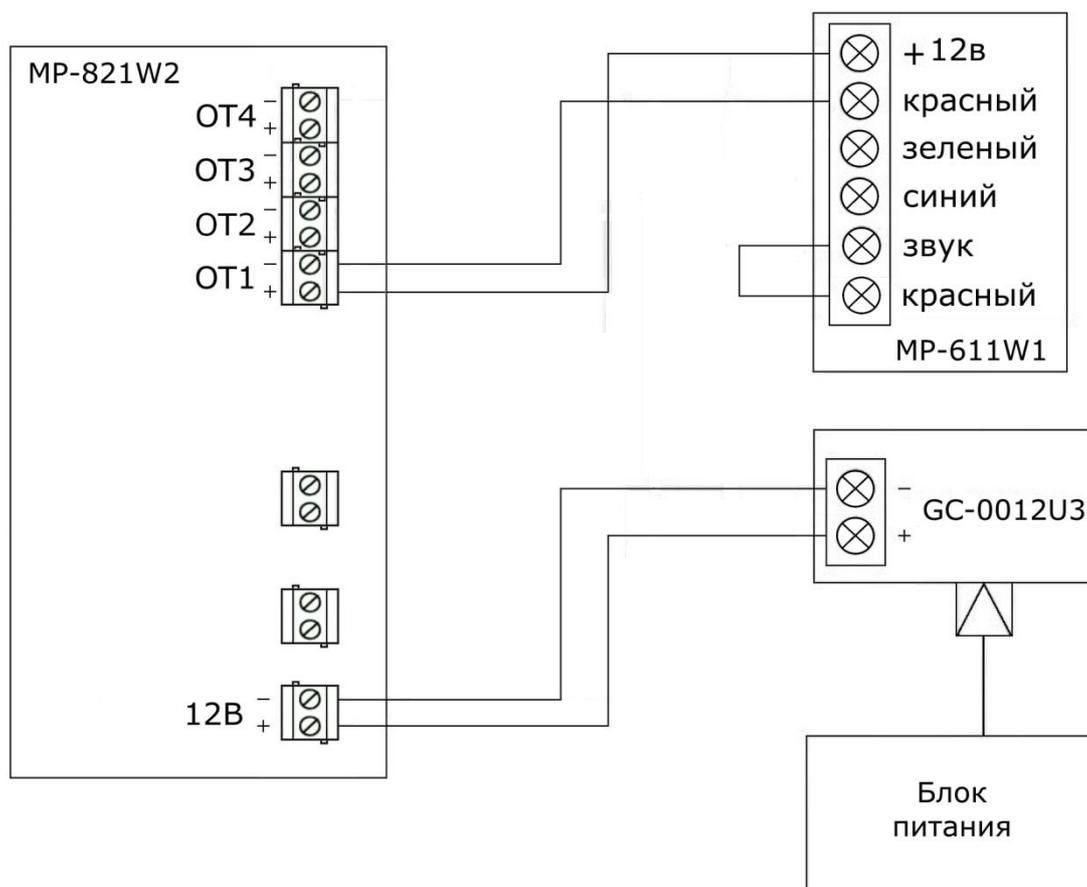

Рисунок 6.1. Схема соединений комплекта MP-920W7
Схема соединений комплекта приведена на рис.6.1.
емника к клемме **+12в**, от клеммы **ОТ1-** 4-х канального радиоприемника к клемме **красный** (см. рис.6.1).
5. Проложить 2-х проводный одножильный кабель от сигнальной лампы МР-611W1 и подключить к клеммам **+ОТ1-**: от клеммы **красный** сигнальной лампы к клемме **ОТ1-**, от клеммы **+12в** сигнальной лампы к клемме **+ОТ1** (см. рис.6.1).
В соответствии со схемой соединений на рис. 6.1 проложить электрический провод сечением 0,5 мм2 от 4-х канального радиоприемника MP-821W2 и подключить к винтовым клеммам адаптера-блока защиты «Выход 1» или «Выход 2», обозначенным +/-, соблюдая полярность. Штекер блока питания необходимо подключить к входному разъему «12В» на адаптере-блоке защиты GC-0012U3. Затем включить вилку сетевого шнура в электрическую розетку сети 220в. На адаптере-блоке защиты должны загореться 2 светодиода (красный и зелёный), что сигнализирует о наличии напряжения от блока питания (красный) и на линии (зеленый). Если горит только красный индикатор, то это сигнализирует о коротком замыкании на линии питания 4-х канального радиоприемника. Кроме того, на 4-х канальном радиоприемнике также должны загореться светодиодные индикаторы наличия питания.